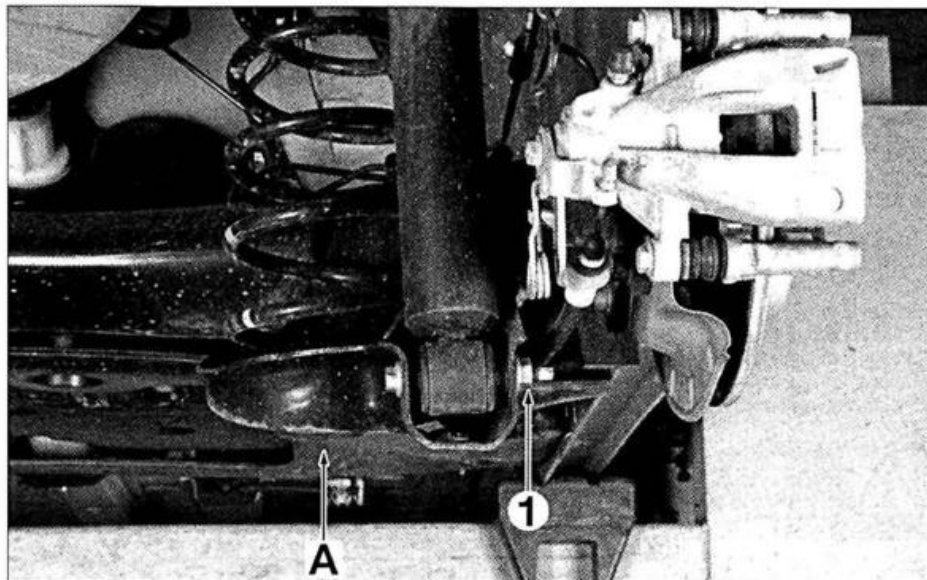

FIG. 27
- poner un útil de levantamiento en "A" (fig. 27)
- desmontar el tornillo (1)